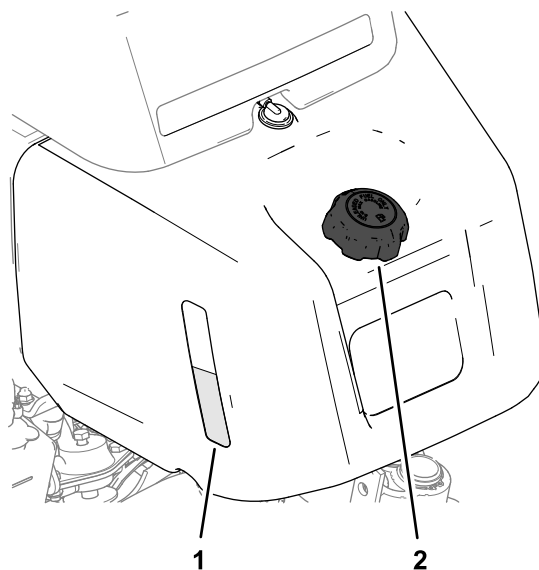
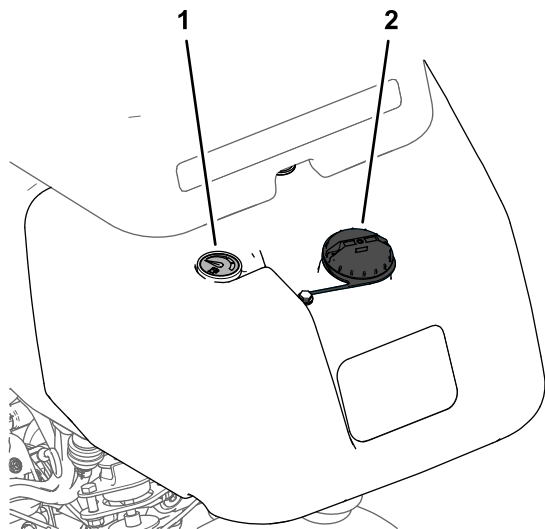

Figura 23
Figura 24
1. Limpe a zona em redor da tampa do depósito de combustível e retire-a (Figura 23 ou Figura 24).